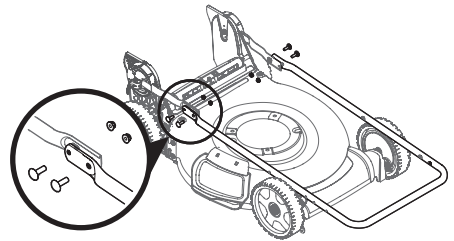

Figura 12
4. Usando los cuatro pernos de carro y las tuercas que se extrajeron en el PASO 2, asegure la manija superior a la manija inferior. Ajuste los herrajes firmemente para asegurar la manija en su lugar (Figura 12).